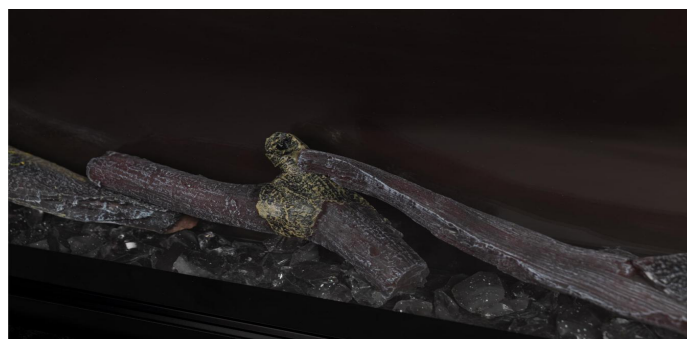

Fig. 4-2
**C.** Posizionare i tronchi sopra i cristalli di fumo. Fig. 4-2.